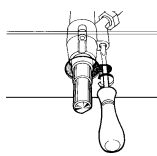

fig.14
- enlevez la manette du robinet et effectuez le réglage au moyen de la vis de réglage située à droite du robinet (fig.14) jusqu'à ce que vous obteniez une flamme régulière, utilisez un tournevis (en dévissant la vis le minima augmente, en la vissant il diminue).